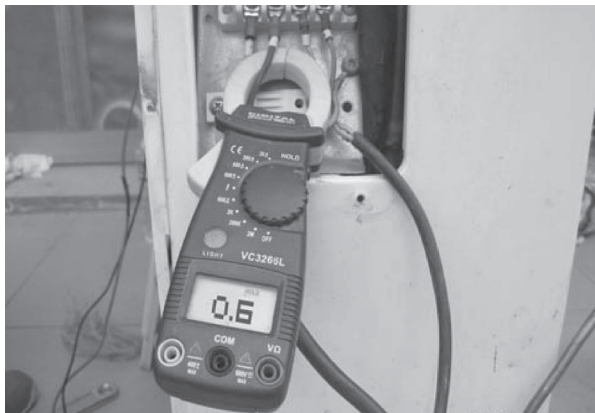

图 4-73 检测机器运行压力
- 2) 到室外检查，发现整机运转电流很小，如图 4-73 所示，室内盘管温度较高。